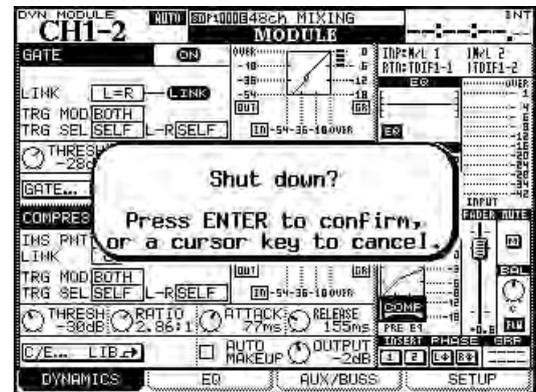

Figure 2.27: Extinction de la DM-4800
- 3 **Un message (Figure 2.27, Extinction de la DM-4800) apparaît. Pressez ENTER pour continuer la procédure d'extinction ou n'importe quelle touche curseur pour l'annuler.**